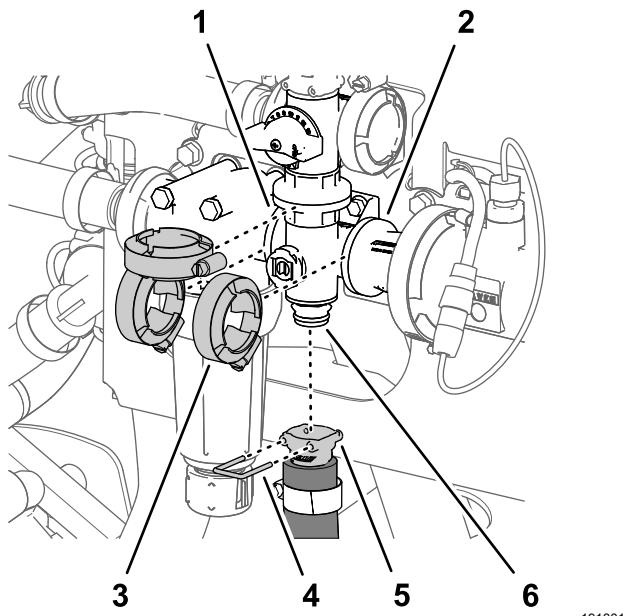

Figure 123
1. Retirez l'étrier qui fixe le raccord rapide du flexible d'agitation au collecteur de la vanne d'agitation (Figure 123).
2. Retirez les 3 colliers bride qui fixent le collecteur de vanne d'agitation aux brides de la tête du filtre de pression et à l'adaptateur d'accouplement (Figure 123).